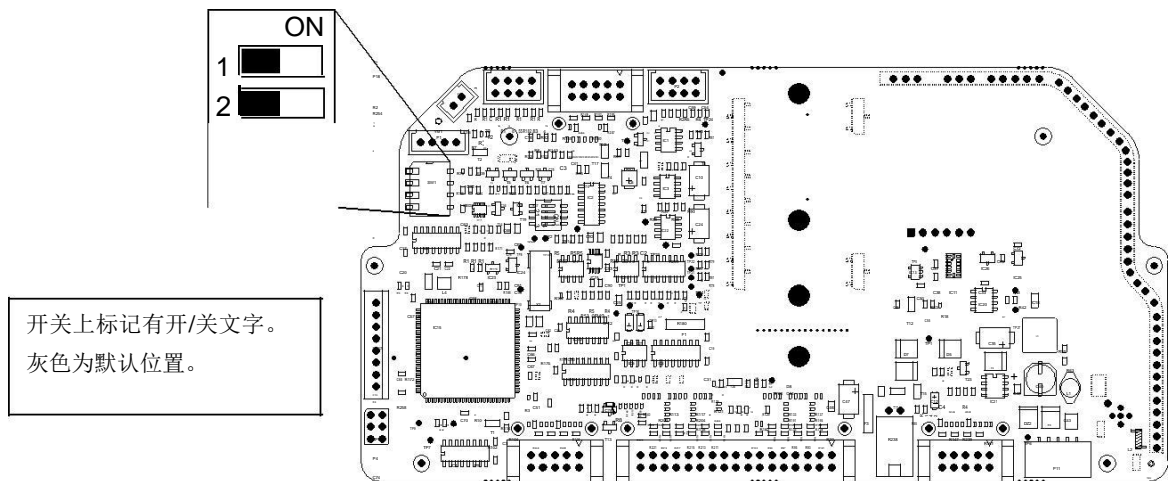

图 1. 关机时间调节的变光开关SW1 (注仅开关1 和 2)
2. 调节关机时间 (时间设置参见表1，开关位置参见图1)。
3. 装上后盖，要确保 (1)整个后盖在上部的凹槽里(2) 电池线缆没有夹在上盖和底盖之间。